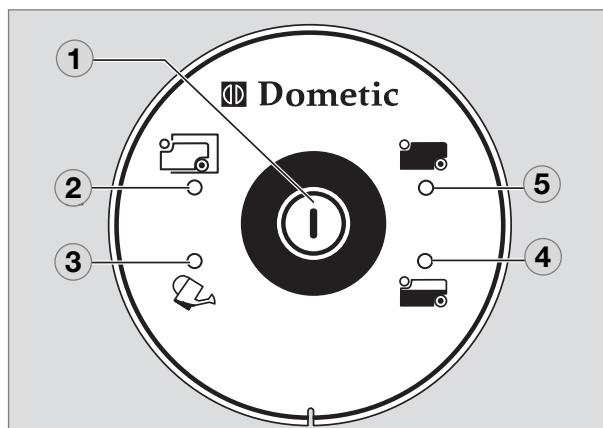

Abb. 10
Der Kassetten-tank hat eine Kapazität von 19l. Wenn die Anzeige (4), (Abb. 10), aufleuchtet ist der Tank zu ca. 75% gefüllt. Das bedeutet, dass nur noch wenige Nutzungen möglich sind.